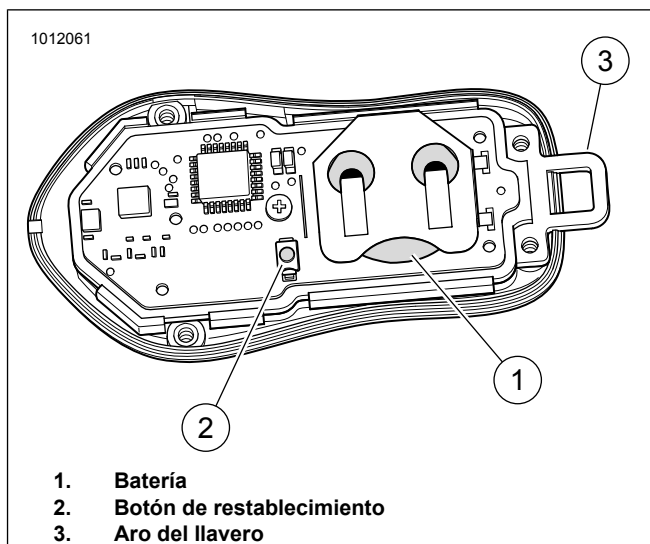

Figura 5. Restablecimiento y batería del llavero con mando a distancia
Consulte la Figura 5. El aro del llavero (3) puede caerse cuando se quita la tapa. Úselo con cuidado para no perderlo.
Consulte la Figura 5. Quite los cuatro tornillos que sujetan la tapa posterior del llavero con mando a distancia. Retire la cubierta.
2. Consulte la Figura 5. Presione y sostenga el botón (2) hasta que las luces Spectra Glo en el vehículo repitan las siete zonas de color. Continúe sosteniendo por otros 5 segundos hasta que las luces Spectra Glo repitan las siete zonas de color por segunda vez.
Consulte la Figura 5. Quite los cuatro tornillos que sostienen la tapa posterior del llavero con mando a distancia. Retire la cubierta.